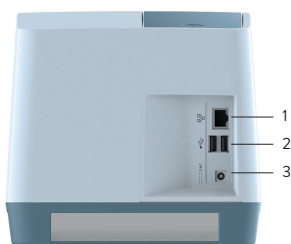

Figura 3
- Introducir el enchufe del adaptador del cable de alimentación en la toma de corriente de alimentación (Figura 3) en el lado trasero del analizador.